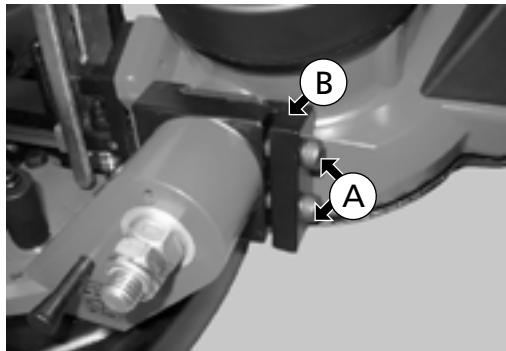
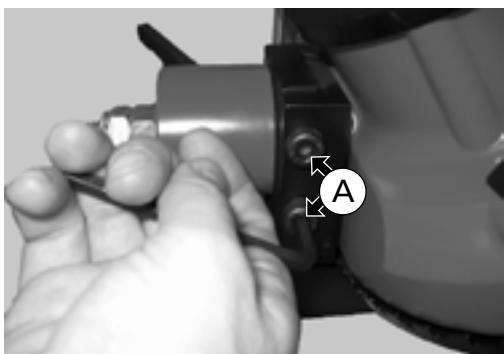

Fig. 34
Fig. 33
Desaperte os dois parafusos (A) até três ou quatro voltas completas (Fig. 33) para libertar a barra de fim de curso da serra de fita (Fig. 34).
Elementos das Fig. 33 - 34